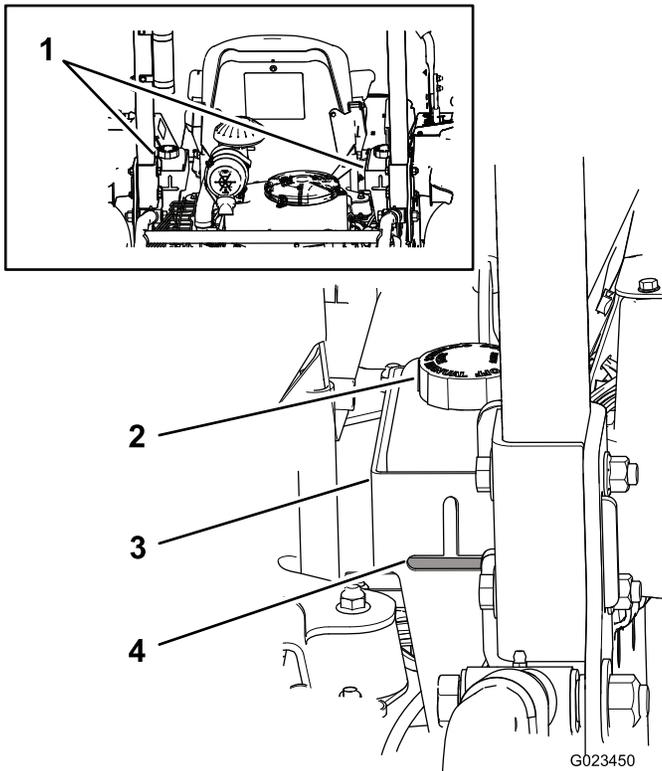

Figura 18
Los depósitos de la máquina se llenan en la fábrica con fluido hidráulico de alta calidad. El mejor momento para comprobar el fluido hidráulico es cuando el fluido está frío. La máquina debe estar configurada para el transporte. Si el nivel del fluido está por debajo de la parte superior de la zona horizontal de la mirilla, situada en la parte trasera de los depósitos hidráulicos (Figura 18), añada fluido hasta que llegue a un nivel aceptable. **No llene demasiado los depósitos.** Si el nivel del fluido está en la parte superior de la zona horizontal de la mirilla, no es necesario añadir más fluido. El fluido de recambio recomendado es:
Nota: El nivel de fluido debe llegar a la parte inferior de cada orificio, según se muestra en Figura 18.
- Limpie la zona alrededor de los tapones de los depósitos de fluido para evitar que entren residuos en el sistema (Figura 18).